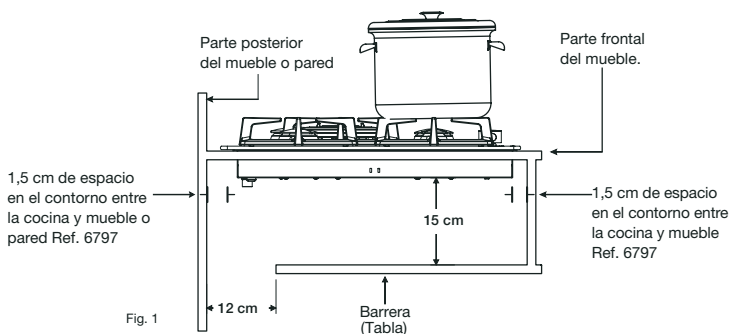

Fig. 1
- Si desea instalar un cajón de utensilios debajo de la cocina, deberá colocar una barrera (tabla) entre ambos, a una distancia mínima de 15 cm desde la parte inferior de la cocina, ver fig. 1.
Antes de instalar tenga en cuenta las dimensiones de producto y ruteo (ver tabla 3) y la configuración de las dimensiones que se muestra en la fig. 1 y fig. 2.